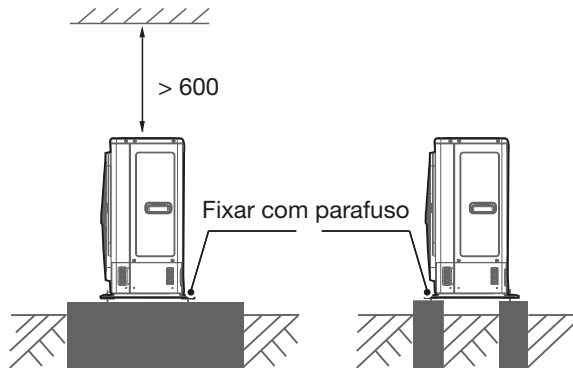

Figura 12.
- Prepare a base de concreto de acordo com as especificações para unidades externas. (Ver Figura 12).
- Fixe os pés da unidade firmemente com parafusos para evitar desmoronamento em caso de terremoto ou ventos fortes. (Ver Figura 12).